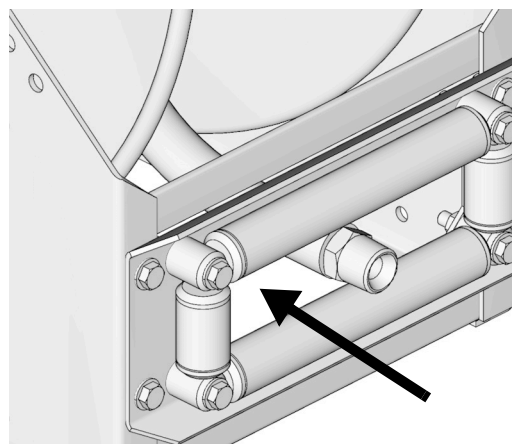

FIG. 19
5. Far passare l'estremità libera del flessibile attraverso i rulli, quindi avvolgere manualmente e fissare il flessibile sulla bobina (FIG. 19).